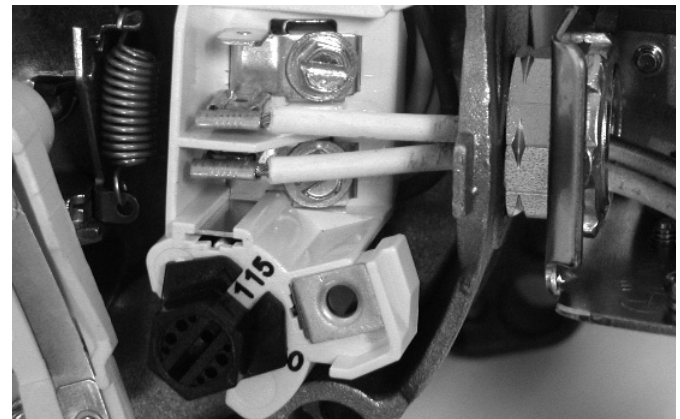

Figura 9: Tensión configurada para 115 voltios, tipo cuadrante.
2. Gire el cuadrante hacia la izquierda hasta que aparezca 115 en la ventana del cuadrante según se ilustra en la figura 9.